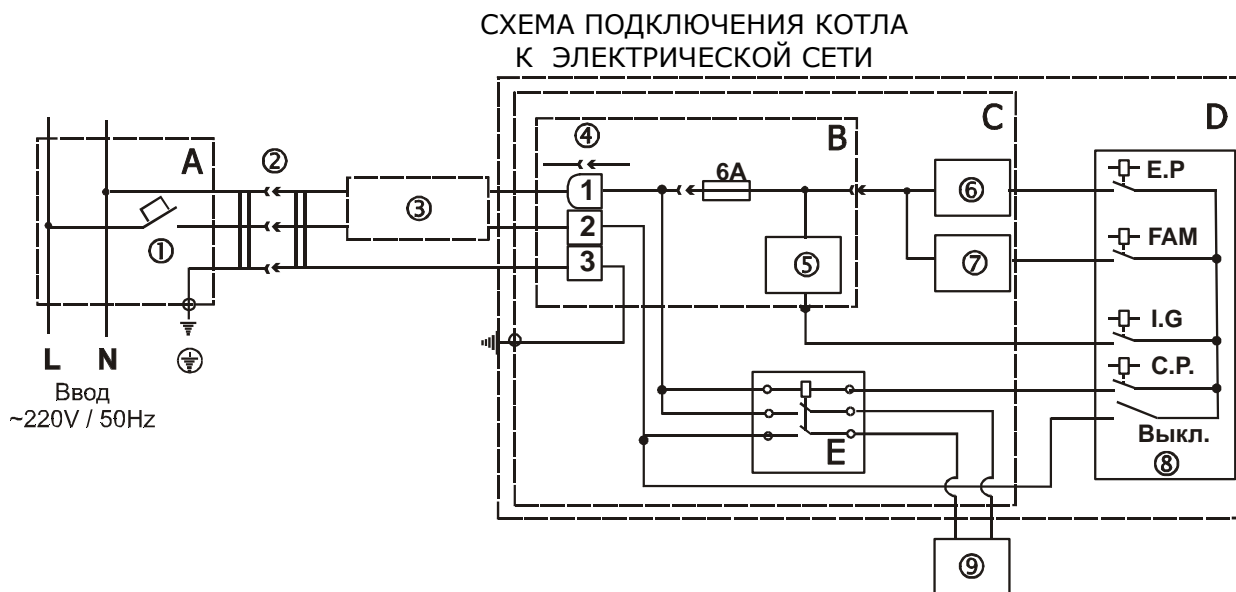
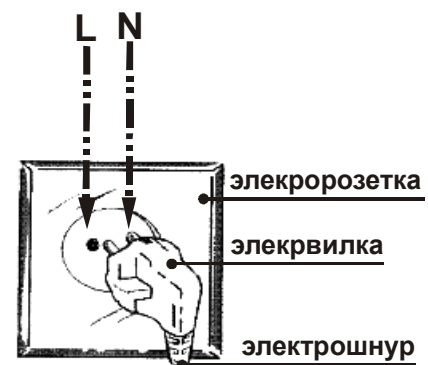

Рис. 33.1.
Рис. 34.2.
### 2. Подключение котла к электрической сети. (Рис. 33.1.)
2.1. Подключение котла к электрической сети отапливаемого объекта выполняется, как показано на схеме подключения котла к электросети (см. рис. 33.1. и рис. 34.2.).
Условные обозначения на схеме (рис.33.1.):
2.2. Электрическое оборудование котла должно питаться от одного источника электроэнергии и выключаться при помощи одного выключателя. Для этого, на обогреваемом объекте, электропитание котла (см. рис. 33.1.) выполняется от распределительного шкафа "А", и отдельного автоматического выключателя 1.
3.4. Подачу электропитания на котел выполняет электрический соединитель, состоящий из розеточной и вилочной частей, рис. 34.2. Включение/выключение электропитания автоматики котла выполняет выключатель на блоке управления. Однако, когда выключатель на блоке управления находится в положении "Выключено", электропитание продолжает обеспечивать работу узла безопасности котла.
#### 6. Порядок включения котла в электророзетку. (Рис. 34.2.)
6.1. Коммутация проводов на электророзетке выполняется, как показано на рис. 34.2. Слева от лицевой стороны электророзетки к контактному винту подключается фазовый провод "L", справа к контактному винту подключается нулевой провод "N".
Примечание. Проверка подключения электровилки к электророзетке проверяется по фазовой линии от электророзетки до электрической части котла. В комплекте котла поставляется электрошнур с электровилкой с зануляющим контактом с одной стороны и с разъемным соединением 3PIN с другой стороны. Контакт "2" разъемного соединения 3 PIN (см. поз.4 на "Схеме подключения котла к электрической сети", рис. 33.1.) через питающий провод соединяется с штифтом "L" электровилки (см. рис. 34.2.). Штифт "L" электровилки соединяется с гнездом "L" электророзетки.